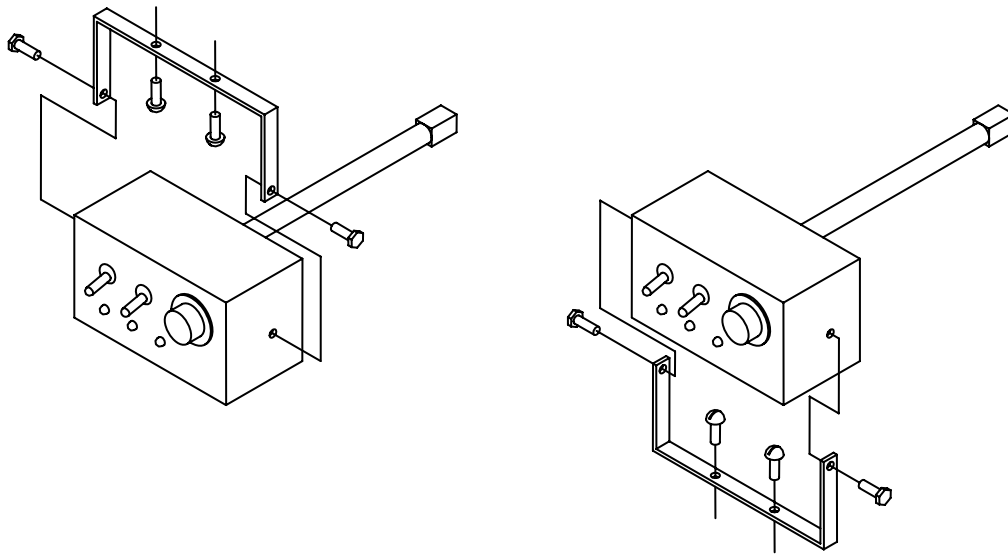

Bild 25. Steuerung Montage Anleitung
2. Die Steuerung kann entweder unter oder über der Halterung befestigt werden. Siehe Bild 25. Wählen Sie die Position so aus, dass Sie weder die Sicht noch die Bedienung des Fahrzeuges einschränkt. NICHT an Stellen befestigen, die im Falle eines Unfalls von den Insassen berührt werden können.